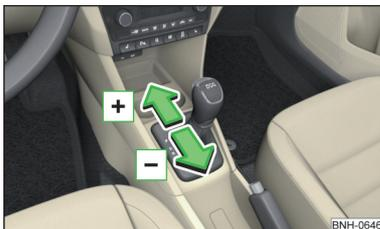

Fig. 112
- Para **subir la marcha**, pulsar la palanca selectora hacia adelante **+**» fig. 112.
- Para **bajar la marcha**, pulsar la palanca selectora hacia atrás **-**» fig. 112.